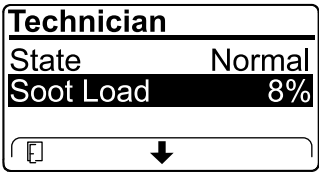

Figura 62
- Vea la carga de hollín que se mide como porcentaje del hollín del DPF(Figura 62); consulte la tabla de carga de hollín.